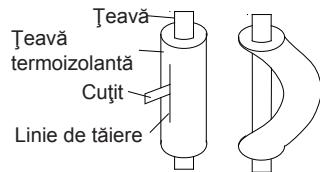

Fig.15
- (2). Nu îndoiați țeava la un unghi mai mare de 90°.
- (3). Atunci când țevile sunt îndoite sau întinse în mod repetat este dificil să le mai îndoim sau să le întindem. Nu îndoiați sau întindeți țevile mai mult de trei ori.
- (4). Atunci când îndoitiți țeava, nu o îndoitiți aşa cum este. Țeava se va rupe. În acest caz, tăiați țeava de izolare a căldurii cu un cuțit ascuțit aşa cum este prezentat în Fig. 15, și îndoitiți-o după expunerea țevii. După ce îndoitiți țeava în forma dorită, asigurați-vă că puneteți țeava termoizolantă înapoi pe țeavă, și fixați-o cu bandă adezivă
Tineți cheia dinamometrică de mâner, ținând-o în unghi corect față de țeavă aşa cum se prezintă în Fig. 15, pentru a strânge corect piulița manșonului.